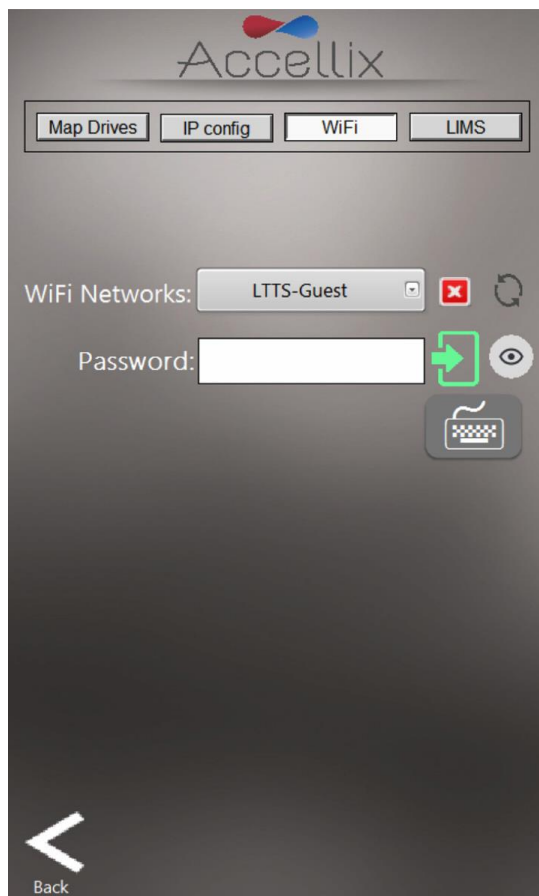

Figure 28 : écran Réseau : onglet Wi-Fi
3. L'onglet Wi-Fi (Figure 28) permet de se connecter à un réseau Wi-Fi. Pour vous connecter :